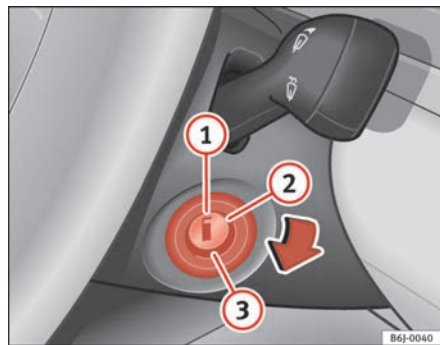

Fig. 94 Posições da chave da ignição
Nesta posição, ⇒ fig. 94 a ignição e o motor estão desligados, podendo bloquear a direcção.
- Rode a chave da ignição para a posição ⇒ **página 138, fig. 94**